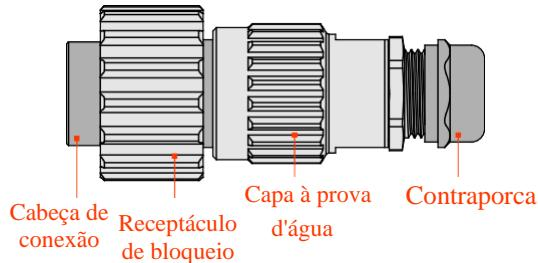

Figura 3-22 Conector CA
- Etapa 2** Solte a contraporca e a cobertura à prova d'água do conector AC (conforme mostrado em Figura 3-22), passe o cabo energizado, o neutro e o de aterramento pela trava e crimpe-os na porta correspondente do conector CA.